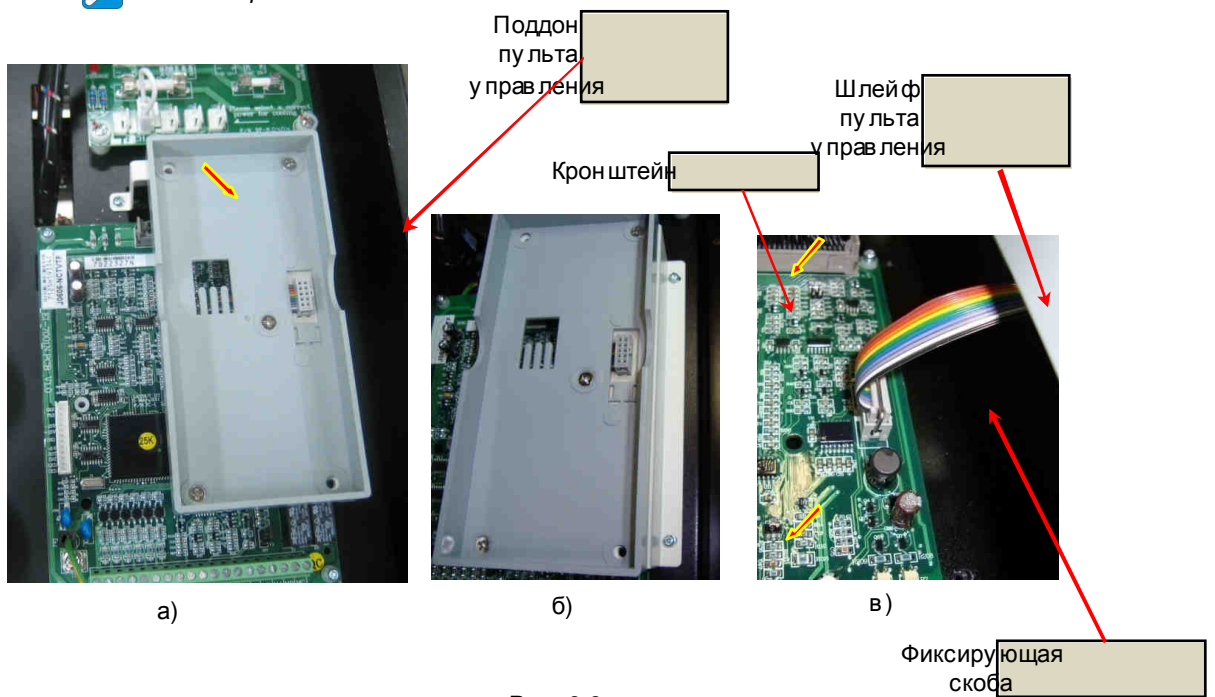

Рис. 6.3.
6.3.1. Выкрутить три винта крепления кронштейна поддона пульта управления (рис. 6.3а, б, красные стрелки), положить винты в тару.
6.3.2. Отвести фиксирующую скобу (рис. 6.3в), отсоединить разъем шлейфа пульта управления от платы ЦП и демонтировать кронштейн с поддоном пульта управления. Положить кронштейн с поддоном пульта управления в тару.